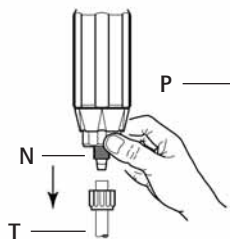

Fig. 16
- trek de slang met wartelmoer los (fig. 16-T).